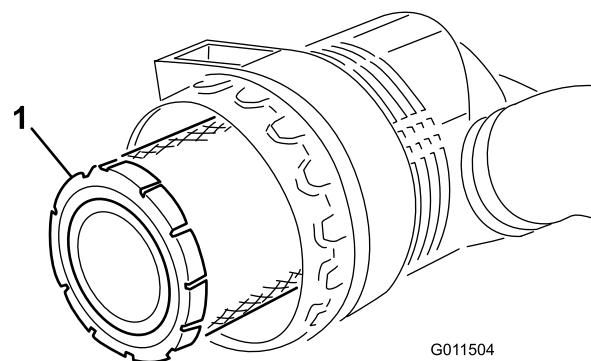

**Bild 71**
- Ziehen Sie den Riegel nach außen und drehen Sie die Luftfilterabdeckung nach links (Bild 71).
7. Setzen Sie die Abdeckung ein, richten Sie das Gummiablassventil (Bild 71) nach unten, ungefähr zwischen 17.00 und 19.00 Uhr (vom Ende her gesehen). Sichern Sie die Lasche.